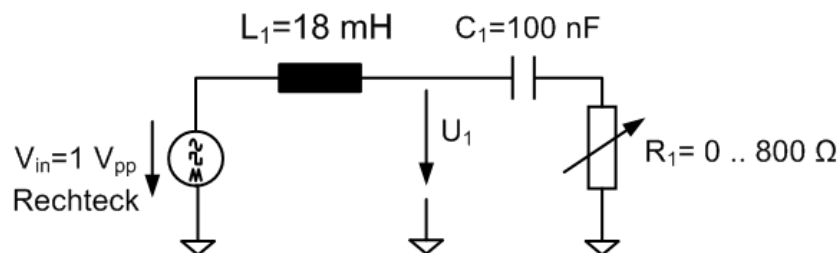

Abbildung 17: Messaufbau Erzeugung einer freien Schwingung in einem Serien-LC-Schwingkreis mit erhöhter Dämpfung.
3. Bauen Sie nun die in Abbildung 17 gezeigte Schaltung auf. Verwenden Sie erneut die Spule mit $n = 1000$ Windungen und den Kondensator mit $C_1 = 100 \text{ nF}$ sowie als Widerstand das Potentiometer.